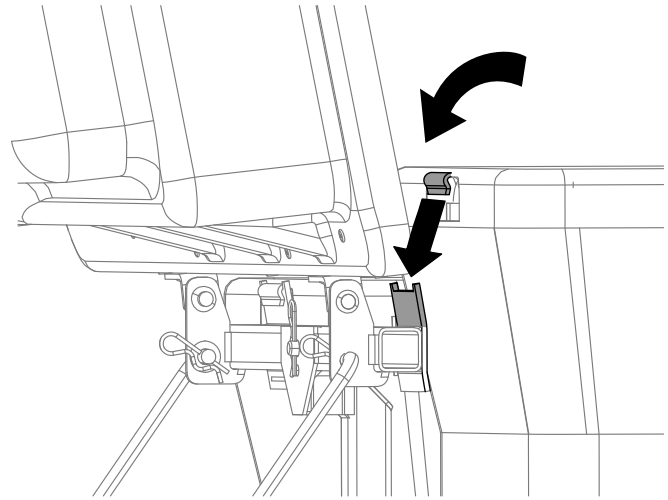

Figura 21
4. Levante la tapa del ensacador e instale las bolsas ensambladas en 9 Ensamblaje de las bolsas de recogida \(página 16\), colocando el enganche del armazón de cada bolsa sobre el soporte de retención (Figura 21).